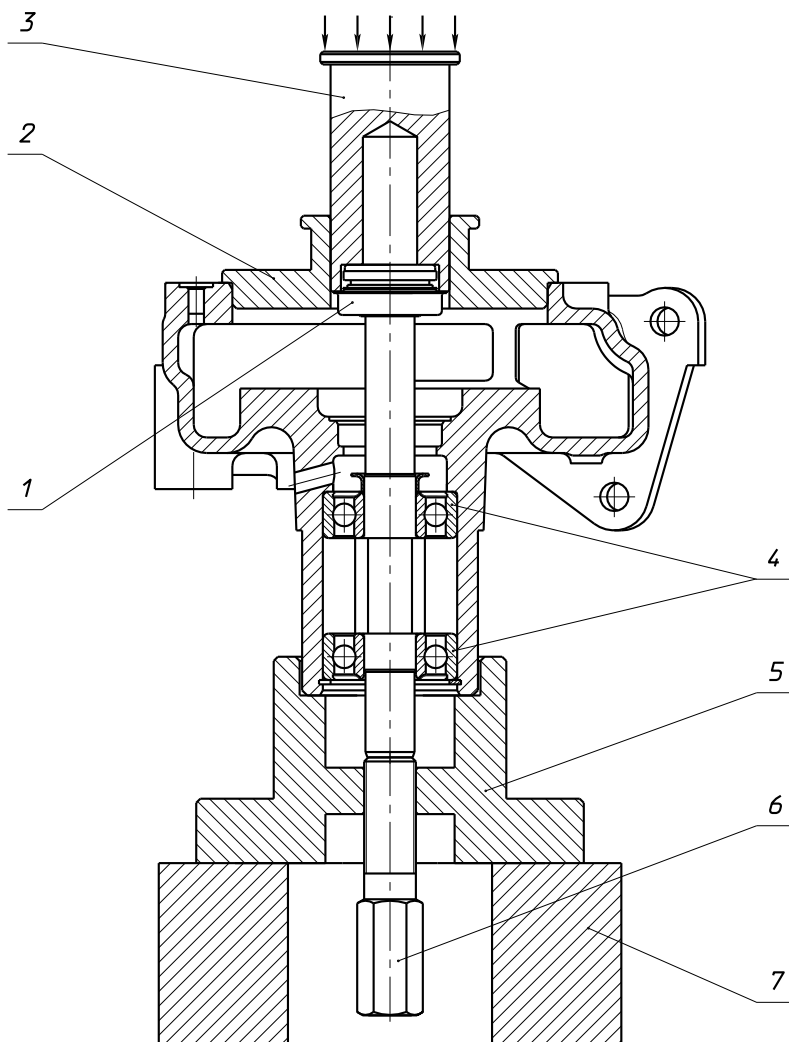

Рисунок 106 – Установка торцевого уплотнения "КАСО":
1. Установить корпус насоса в сборе с валом и подшипниками через специальную проставку 5 вертикально на жесткую опору 7, которая имеет внутреннее отверстие для размещения установочного винта 6 (см. рисунок 106).